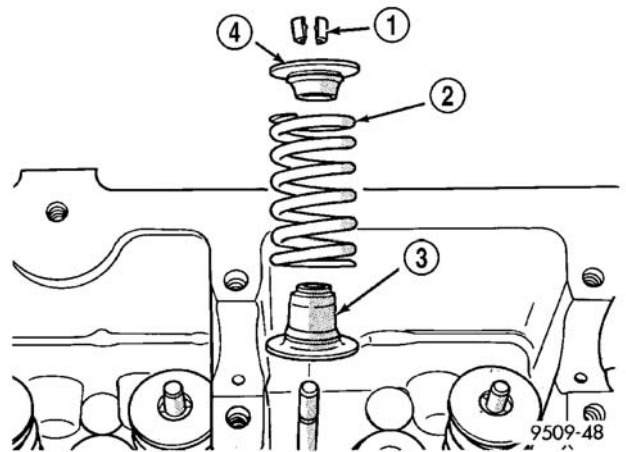
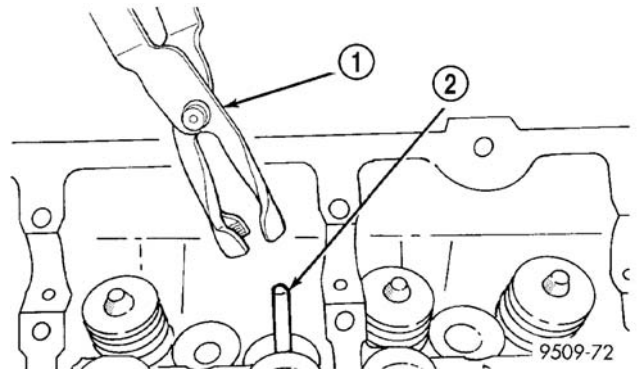

图 34 气门杆油封/气门弹簧座
图 35 气门杆密封工具
(1) 卸下气缸盖罩（参考 9—发动机/气缸盖/气缸盖罩—拆卸）。
(2) 卸下凸轮轴。（参考 9—发动机/气缸盖/凸轮轴—拆卸）。
(3) 转动凸轮轴到活塞位于压缩的 TDC 位置。
(4) 空气导管接合于安装在火花塞孔内的配接件工具上，施以 90-120psi 的空气压力。
(5) 使用专用工具 MD-99877-A 与配接件 6779（图 34），压缩气门弹簧并拆下气门锁定销。
(6) 拆下气门弹簧。
(7) 利用气门杆密封工具（图 35），拆下气门杆密封。
（1）安装气门油封/气门弹簧座组件（图 34）。将组件向下推使其定位于气门导管上。
（2）使用气门杆密封工具（图 35），安装新气门杆密封到所有气门上。必须用力推入气门杆密封并使其对正到气门导管。